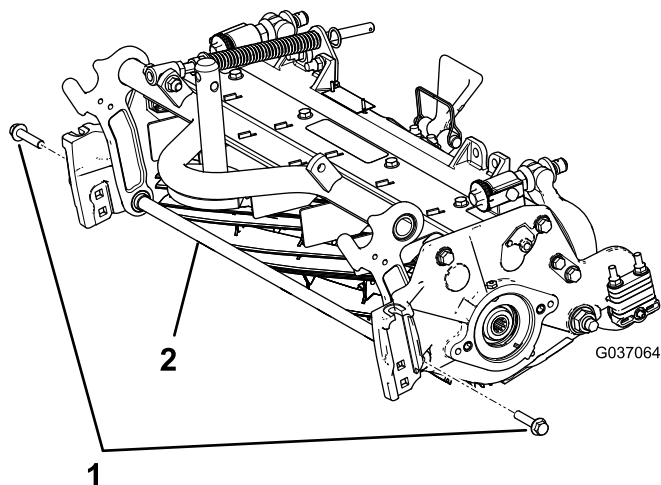

Bild 6
- A. Entfernen Sie die beiden Bundkopfschrauben, mit denen die Stützstange befestigt ist und entfernen Sie die Stützstange (Bild 6).